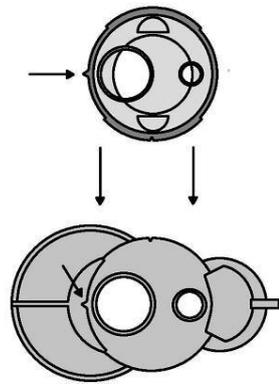

Fig. 4
4. Haga coincidir la posición de la punta del aplicador con la de la jeringa, observando la protuberancia triangular de la punta del aplicador y la muesca correspondiente en la jeringa, y luego conecte la punta del aplicador a la jeringa (fig. 4).